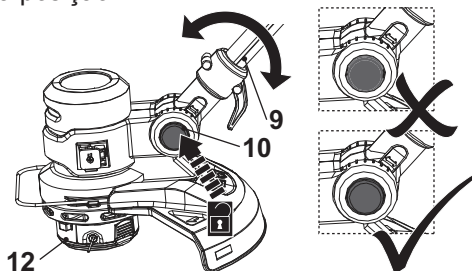

Fig. 11
1. Pressione o botão de desbloqueio (10) e mantenha-o em posição.
2. Mova a vara inferior (9) ligeiramente para cima ou para baixo (Fig. 11).
3. Solte o botão de desbloqueio (10) e continue a mover a vara inferior (9) até que bloqueie na posição.